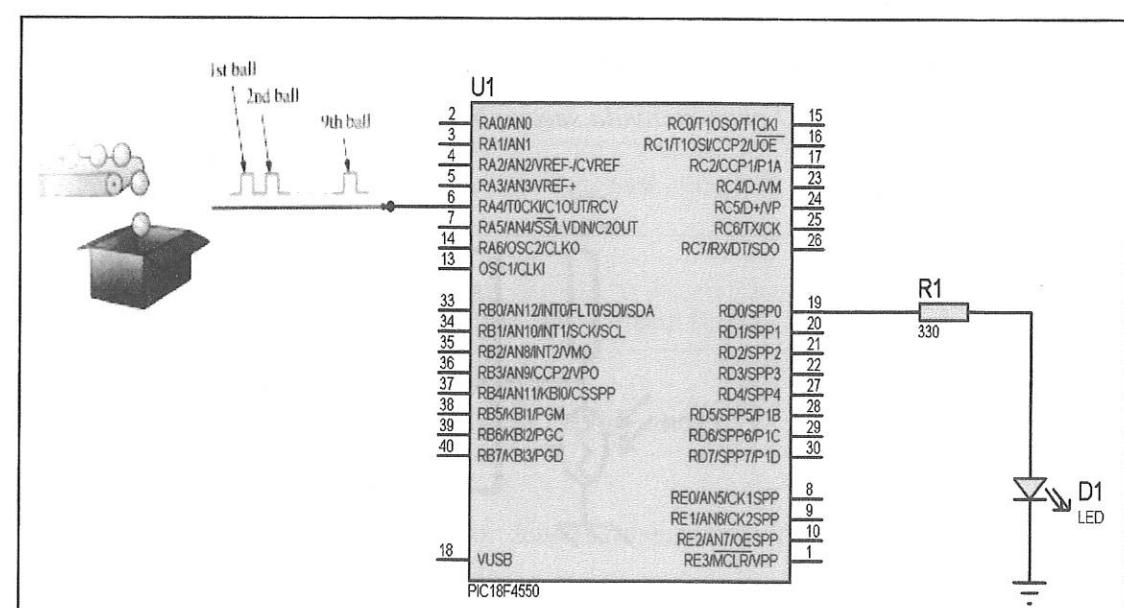

Figure A2(c) / Rajah A2(c)
- (c) **Figure A2(c)** shows a conveyor system used for loading tennis balls into a box. Each box can be load **NINE (9)** tennis balls. A sensor will be used to count the total number of tennis balls that fall into the box. When all the balls fall into the box, LED will be switched ON. By using **Timer0** as a counter, use **C program** to perform the operations.
*Rajah A2(c) menunjukkan sistem penghantar yang digunakan untuk memuatkan bola tenis ke dalam sebuah kotak. Setiap kotak boleh memuatkan **SEMBOLAN (9)** biji bola tenis. Sebuah penderia akan digunakan untuk mengira jumlah keseluruhan bola tenis yang jatuh ke dalam kotak. Apabila semua bola telah jatuh ke dalam kotak, LED akan dihidupkan. Dengan menggunakan **Timer0** sebagai pengira, gunakan program C untuk melakukan operasi tersebut.*